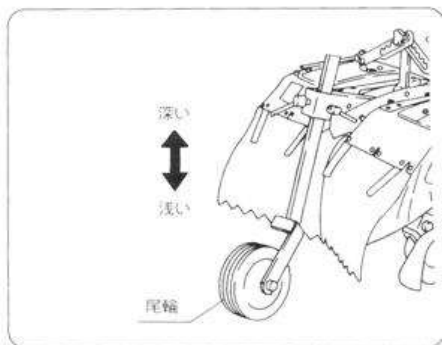

図33
- ① 尾輪を上下することにより作業深さを変えることができます。(図33)